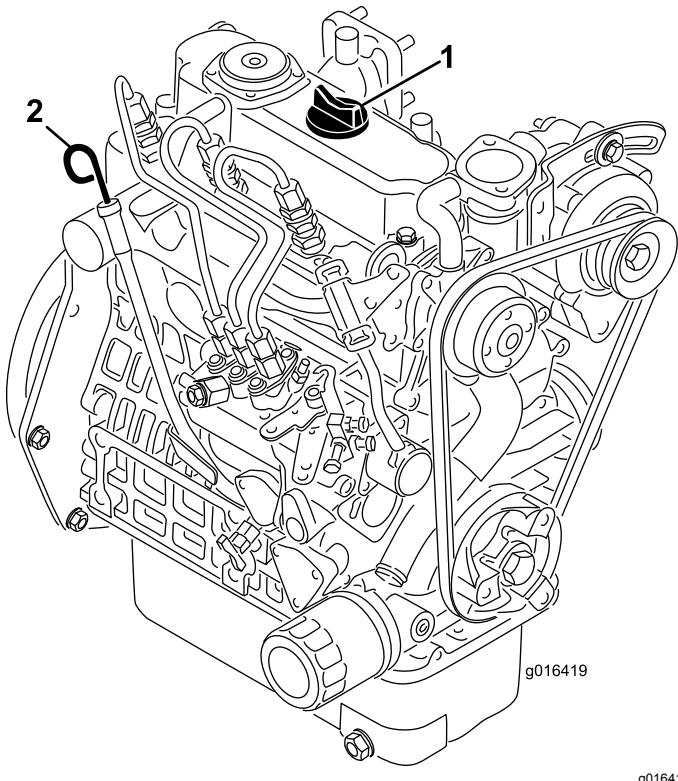

Figure 34
2. Retirez la jauge et essuyez-la sur un chiffon propre (Figure 34).